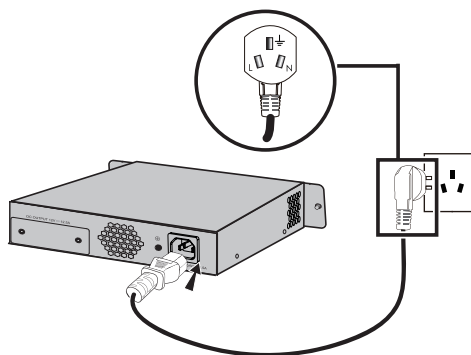

图3-7 TL-RPS150连接电源线示意图
4. 使用TL-RPS150中配送的交流电源线连接TL-RPS150的交流输入接口与电源插座，如图3-7所示。